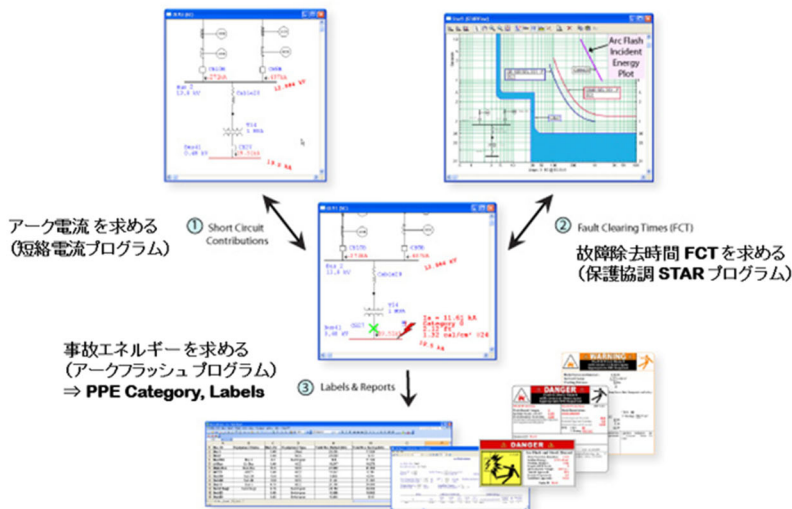

図4：アーク電流と事故除去時間 (FCT) から事故エネルギーを求める
- ⑤ アークフラッシュ計算において、運転員をアーク事故から守るために、事故エネルギーを必要なレベル以下に抑えるよう事故除去時間（FCT：Fault Clearing Time）を考慮して保護装置を設定する。（図4参照）
- ⑥ 過電流保護だけでは協調が取れない場合は、比率作動継電器、母線保護継電器、距離継電器などによる保護についても検討する。電圧継電器や周波数継電器などとのインターロック、他の系統とのインターロック、化学工場などではプロセスインターロックなども併せて検討すると良い。